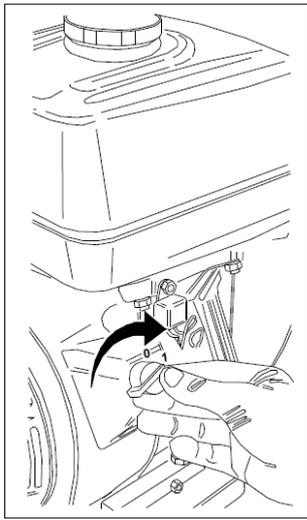
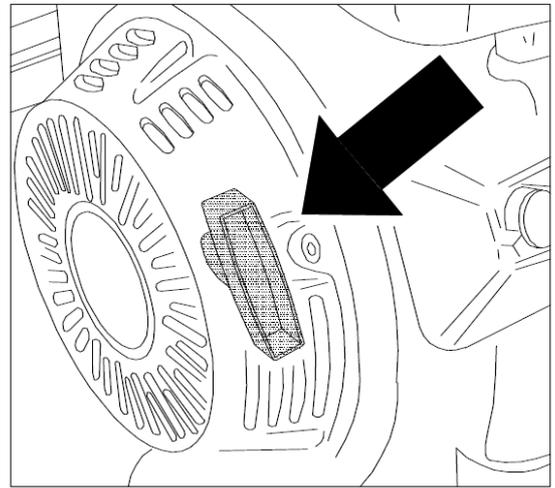

Рис. 11
Рис. 12
- Переведите селекторный переключатель в положение «I» (ПУСК), см. рис. 11. Возьмите в руки пусковую рукоятку (рис. 12) и, не применяя силу, потяните пусковой трос до тех пор пока не почувствуете сопротивление, вызванное компрессией (сжатием) двигателя. Отпустите пусковую рукоятку, а затем резко потяните ее на себя, чтобы запустить двигатель.